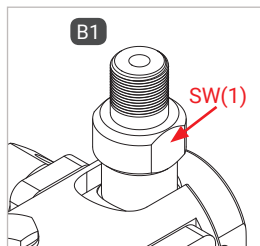

Abbildung 2
- ▶ Halten Sie beim Montieren des Füllschlauches an der Schlüsselfläche SW(1) (Abbildung 2) mit einem Gabelschlüssel gegen.
- ▶ Verschrauben Sie die Betriebsmedienzuleitung „B1“ druckdicht mit dem Anschluss des Füllschlauches (Abbildung 2). Anzugsdrehmoment siehe untenstehende Tabelle.